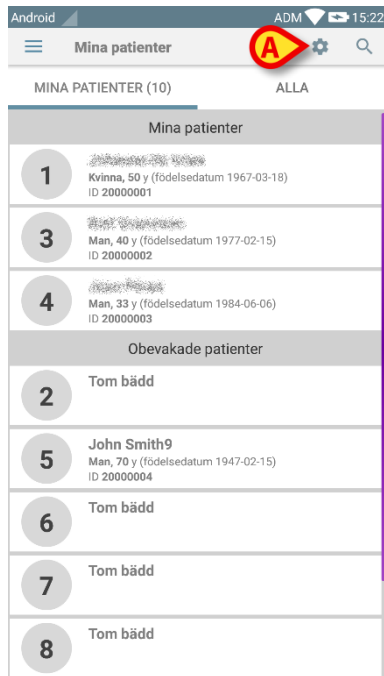

Fig. 35
Enheten växlar på detta sätt över till läge Mina patienter. Listan Mina patienter visas (Fig. 35). I Fig. 35 har inga patienter valts för att ingå i listan Mina patienter. Se nästa avsnitt för anvisningar om hur du väljer Mina patienter.
- Tryck på ikonen  (Fig. 35 A).